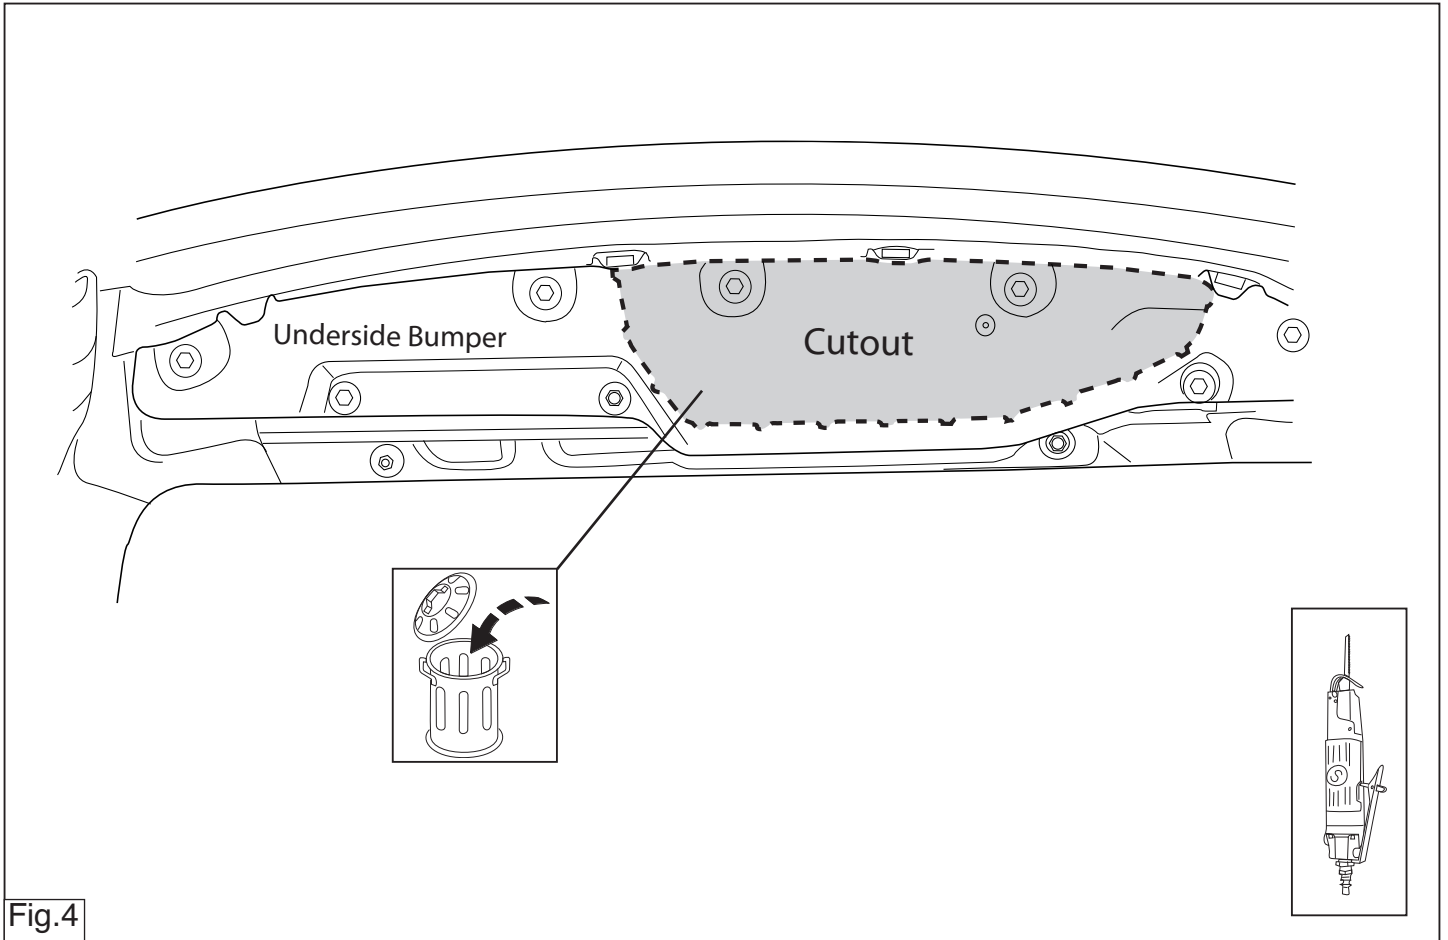

Fig.4
6. Выпилить часть из бампера в середине снизу, как указано на рис. 4